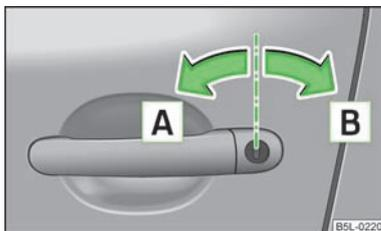

Fig. 11
- Tournez la clé dans le cylindre de fermeture de la portière conducteur dans le sens de déplacement (position de déverrouillage) **A** » fig. 11.
- Tournez la clé dans le cylindre de fermeture de la portière conducteur dans le sens inverse de la marche (position de verrouillage) **B** » fig. 11.